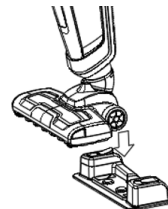

Abb. 8
4. Setzen Sie den Staubsauger auf den Wasserbehälter auf (Abb. 8).
5. Feuchten Sie die Mopp-Textilie mittels der Umschalttaste (E) laut Bedarf an.